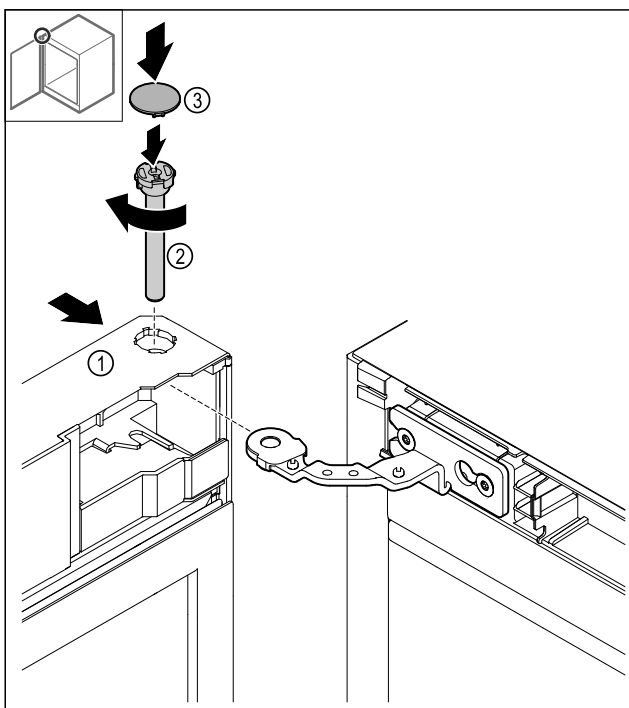

Fig. 47
- Potisnite vrata Fig. 47 (1) zgoraj na tečaj.
- Vstavite sornik Fig. 47 (2) in ga privijte v smeri urinega kazalca.
- Namestite pokrov Fig. 47 (4).